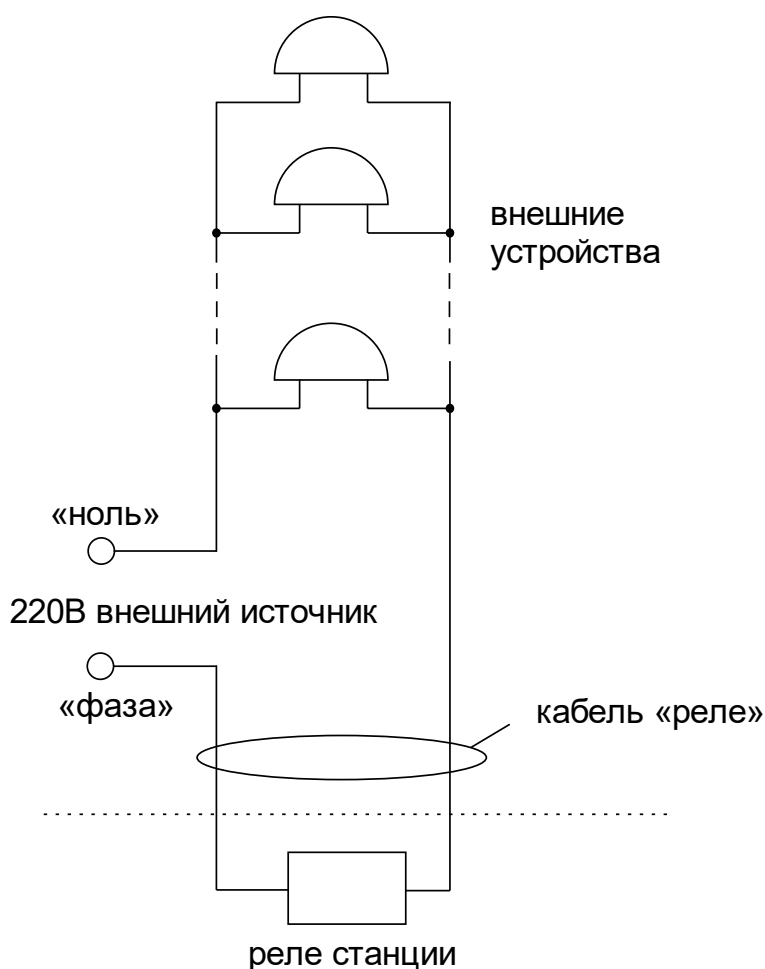

Рис. 1.
4.5 Подсоедините кабель «Реле» через клеммную коробку к внешним устройствам следующим образом (см. рис. 1). На один из проводов кабеля «Реле» необходимо подать «фазу» внешней питающей электросети 220 В, предназначенной для питания внешних устройств; второй конец кабеля «Реле» подключить к одному из входов питания внешних устройств; другой вход питания внешних устройств подключить на «ноль» питающей электросети 220В. Все внешние устройства должны быть соединены друг с другом по входам питания параллельно. К внешним устройства относятся, например, школьные звонки громкого боя.